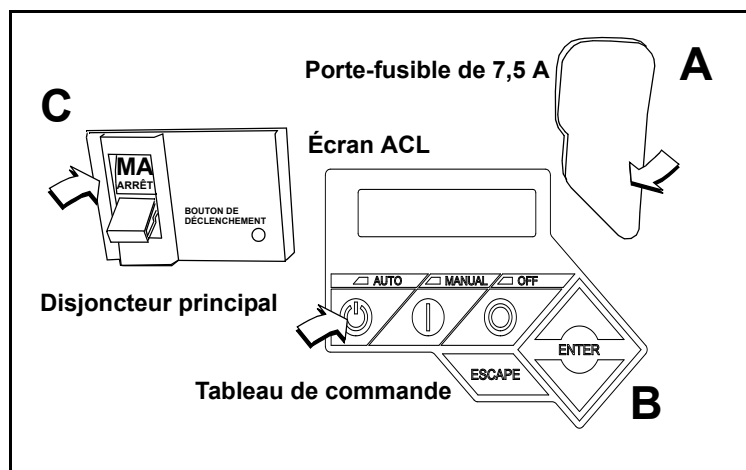

Figure 5-20. Panneau de commande du générateur
1. Soulevez la languette en caoutchouc qui recouvre le porte-fusible et installez le fusible de 7,5 A. Voir la partie A de Figure 5-20.
3. Appuyez sur la touche AUTO du tableau de commande. Un voyant DEL vert s'allume pour confirmer que le système est en mode AUTO. Voir la partie B de Figure 5-20.
4. Déplacez le commutateur du disjoncteur principal vers le haut à la position ON (fermé). Voir la partie C de Figure 5-20.